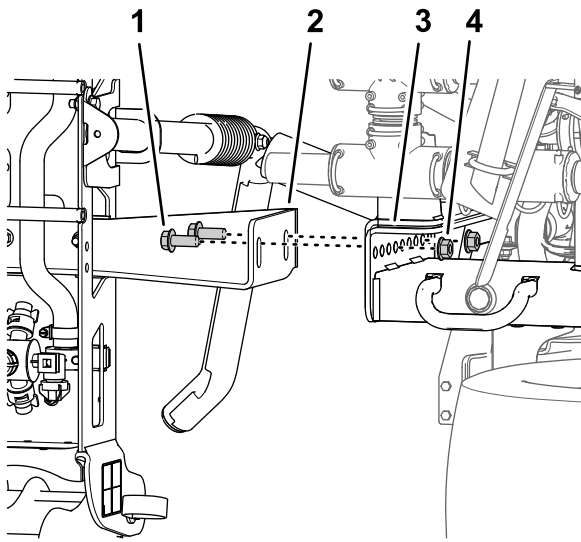

Figure 47
4. Retirez les 4 boulons à embase (1/2" x 1/4") et les 4 contre-écrous à embase (1/2") qui fixent les supports de la section de pulvérisation centrale à la plaque de montage sur le cadre de la machine, et déposez la section de pulvérisation centrale de la machine (Figure 47).